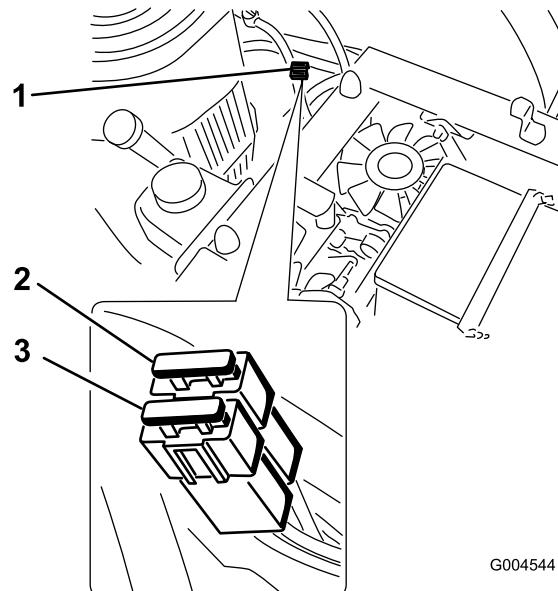

Bild 40
- Klappen Sie den Sitz hoch, um an die Sicherungen links an der Maschine zu gelangen (Bild 40).
- Setzen Sie eine neue Sicherung ein (Bild 40).